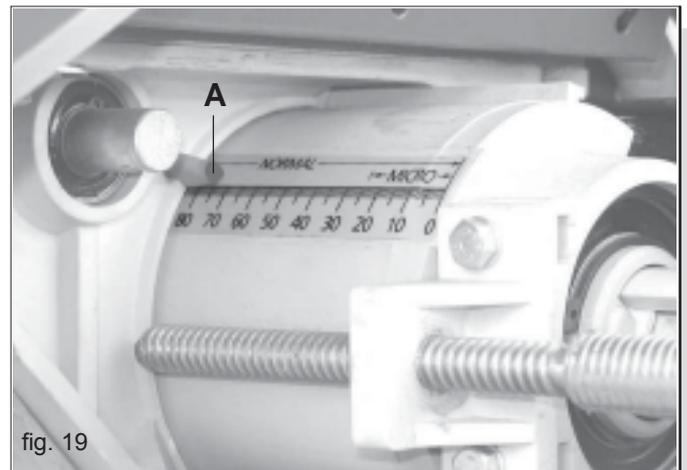

fig. 19
Eseguendo una prova di dosaggio come descritto nel capitolo 3.3.2 si noterà che, rispetto ad una prova con rapporto 1:1, la quantità di prodotto distribuita risulterà dimezzata (vedi Tabelle 3-4). La posizione «M» della ruota dentata (C) è necessaria per la distribuzione di sementi e quantità rispettivamente piccole. L'asta a vite (D) permette di regolare l'apertura della saracinesca (F Fig. 13) in base al valore ricavato dalla tabella e dalla prova di distribuzione (capitolo 3.4.2). L'elemento di riferimento per impostare l'apertura della saracinesca è il punto A (Fig. 19).
La quantità di semente che deve essere distribuita per ettaro, viene regolata dall'apparecchio di dosaggio (Fig. 13) regolando la saracinesca (F) per mezzo dell'asta a vite (D). Le posizioni della scala di dosaggio (rispetto al riferimento A Fig. 19) corrispondono ai valori della tabella di regolazione nella colonna di sinistra (Tabella 3 e 4, pagina 16).